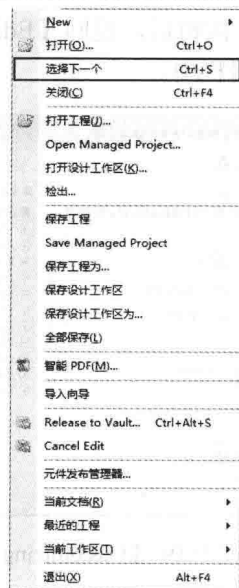

图 1-24 添加新命令到【文件】菜单
(7) 将鼠标放在新建命令“选择下一个”上, 将其拖到主菜单【文件】的菜单栏中, 选择合适位置放下, 如图 1-24 所示。